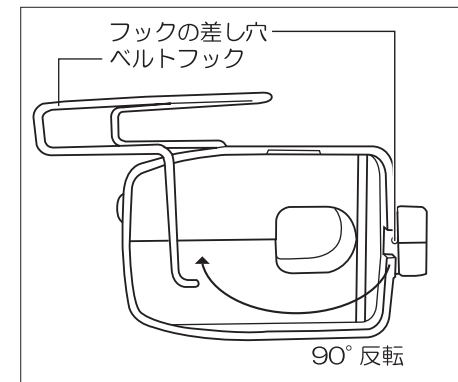

図7
- ③片方のベルトフック(固定金具側)を差し穴から外し、そのまま90°回します。(図7参照)